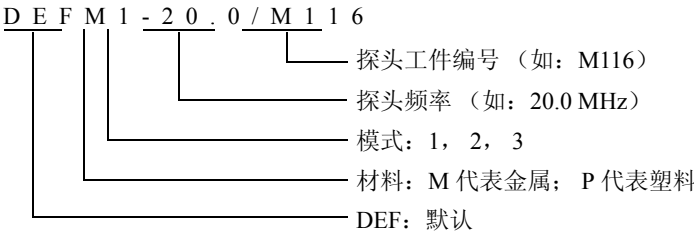

图 5-3 选择默认单晶探头设置
- c) 在所用探头类型的**默认**屏幕 (参见第 55 页的图 5-3 ) 上的默认设置列表中, 加亮显示正在使用探头的设置。